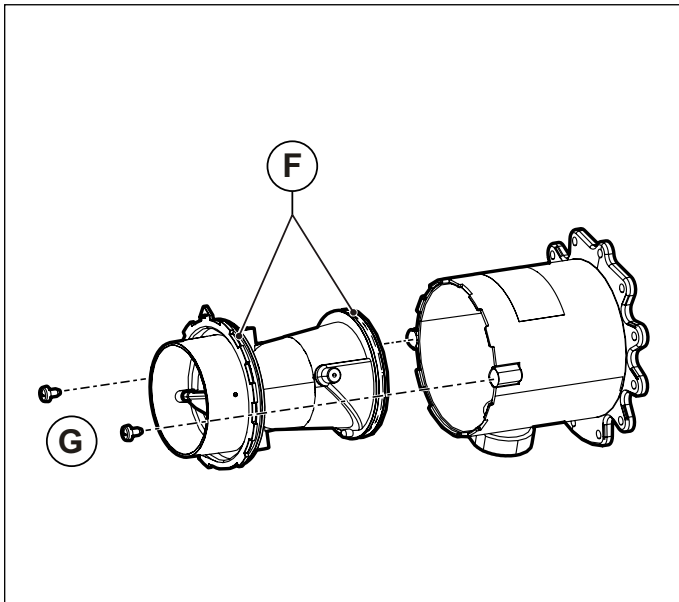

Fig. 34 Corpo in plastica del miscelatore
- Sfilare il corpo in plastica del miscelatore svitando le due viti di fissaggio **G** (vedi Fig. 34 Corpo in plastica del miscelatore).
- Avvitare il corpo in plastica al miscelatore con le viti di fissaggio **G** avendo cura di non danneggiare le guarnizioni o-ring **F** e di rispettare l'orientamento di montaggio (vedi Fig. 34 Corpo in plastica del miscelatore e Fig. 35 Orientamento di montaggio).